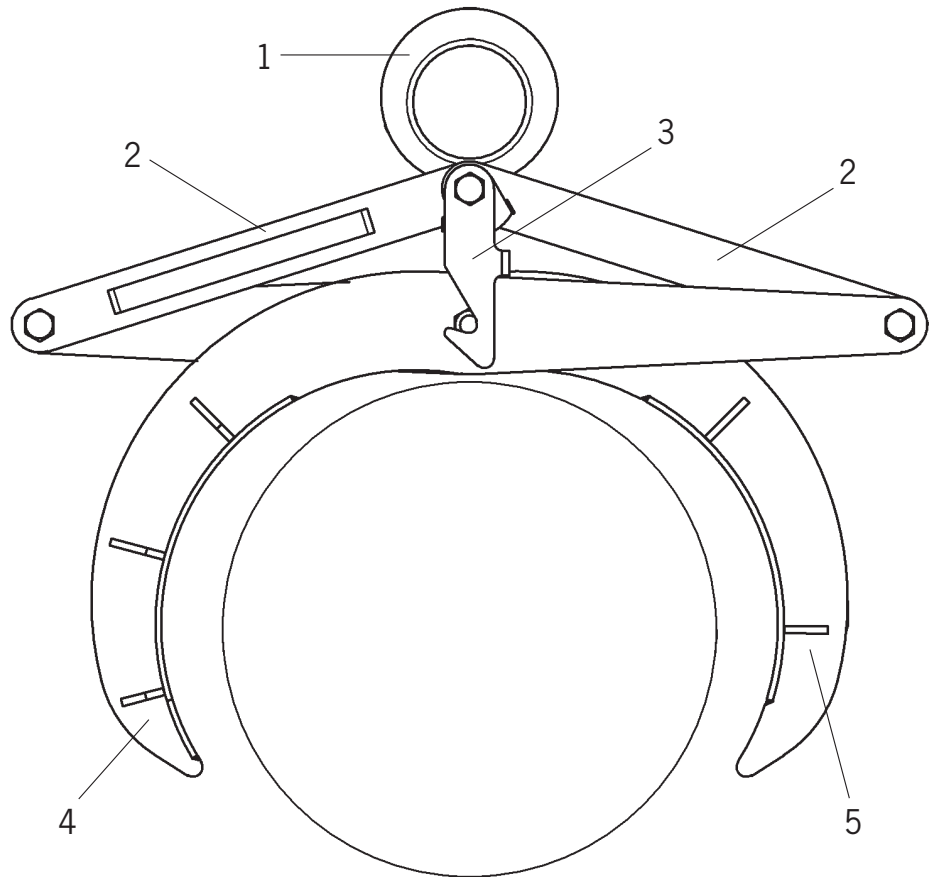

Fig. 4
- Compruebe que el trinquete que mantiene la pinza abierta se mueve con facilidad y sin impedimentos (Fig. 4).